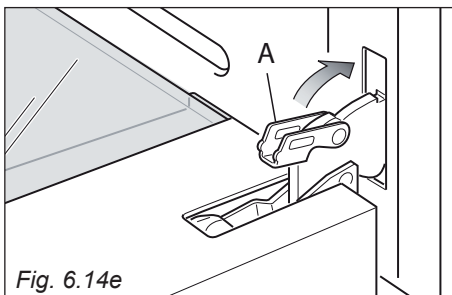

Fig. 6.14e
- Aprire completamente la porta del forno e richiudere la leva "A" delle cerniere destra e sinistra (fig. 6.14e).